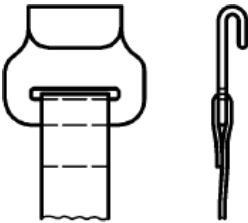

Bild 1: D2
4. Während des Gebrauchs müssen Flachhaken (siehe D2 in Bild 1) mit der gesamten Breite im Hakengrund aufliegen.